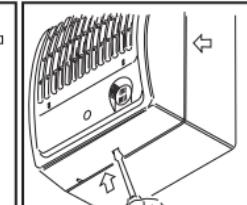
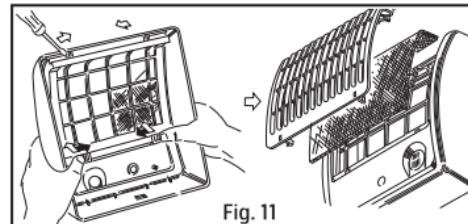

Fig. 6
Fig. 11
6. Ved indfældet montage åbnes ventilatorens front ved at løsne snapfæstet på undersiden, fig. 6. Den medfølgende indbygningsramme, fig. 4 pkt. 5, fæstnes i sporet mellem ventilatorhus og front for at dække åbningen i væg/loft.
Åbn ventilatorens front ved at løsne snapfæstet på undersiden, fig. 6. På bagsiden af fronten er der fire snapfæster. Klem forsigtigt på disse, så frontristen åbnes, fig. 11. Anbring det nye filter, så det dækker frontristen. Monter frontrist og ventilatorfront, fig. 11.